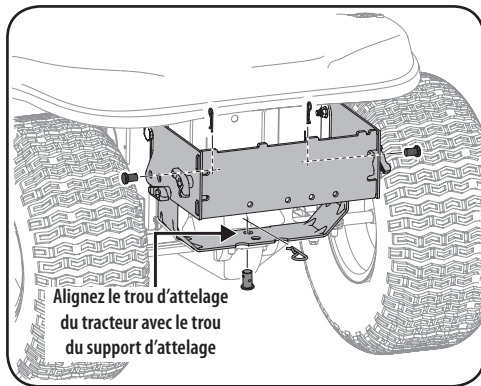

Figure 4-11
4. Fixez le support des sacs collecteurs au support vertical avec un boulon de carrosserie (710-0276) et un écrou papillon (720-04122) de l'ensemble de quincaillerie 689-00312. Voir Figure 4-11.